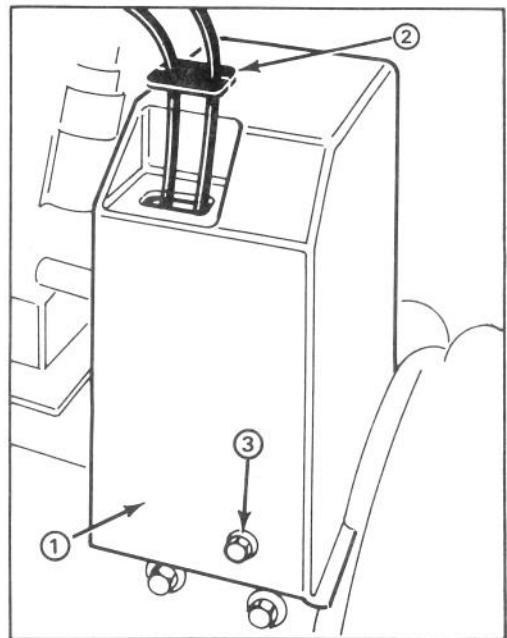

Figure 25
RÉGLAGE DE LA COURROIE D'ENTRAÎNEMENT DE TARIÈRE/ROUE HÉLICE (fig. 25 et 27)
1. Retirez les 3 boulons à tête à collettes tenant le protège-courroie attaché au châssis du moteur et faites-le glisser par-dessus les câbles (fig. 25).